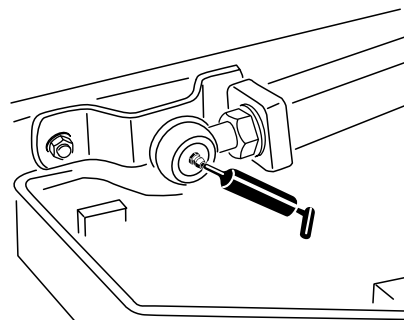

Figura 65
- Articulaiones de bola de los brazos de elevación (2) (Figura 65).